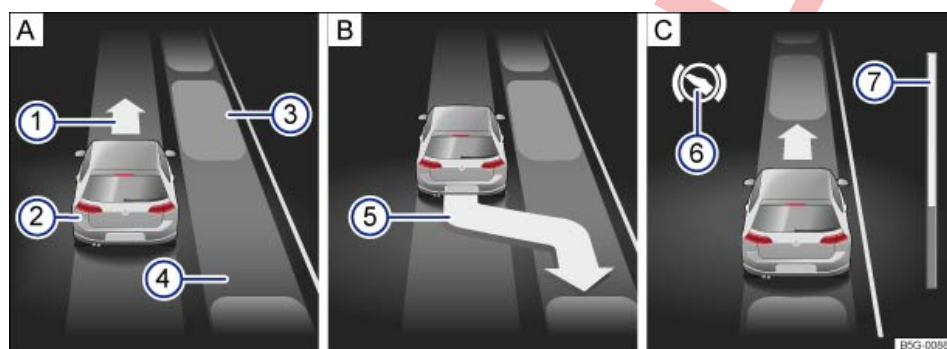
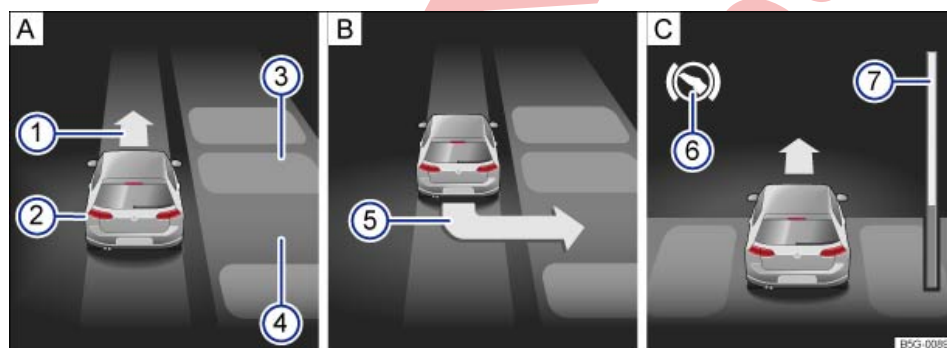

Fig. 194 En la pantalla del cuadro de instrumentos: aparcar en paralelo a la calzada. **A** Buscar un hueco. **B** Posición para aparcar. **C** Maniobrar.
Fig. 195 En la pantalla del cuadro de instrumentos: aparcar en perpendicular a la calzada. **A** Buscar un hueco. **B** Posición para aparcar. **C** Maniobrar.
Leyenda de la fig. 194 y fig. 195:
⇒ fig. 194 ⑦ y ⇒ fig. 195 ⑦ muestran simbólicamente en la pantalla del cuadro de instrumentos la distancia relativa que aún queda por recorrer. Cuanto mayor es la distancia, más llena está la barra de progreso. Al circular marcha adelante, el contenido de la barra de progreso disminuye hacia arriba, y al circular marcha atrás, disminuye hacia abajo.